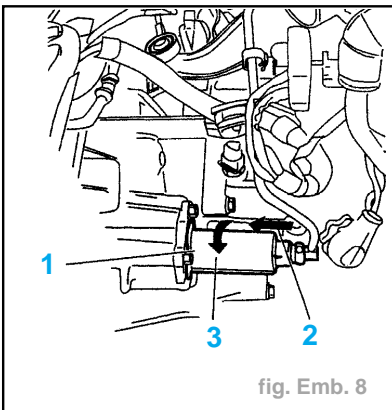

fig. Emb. 8
- Déverrouiller le récepteur (1) de la commande hydraulique en appuyant suivant la flèche (2) et en déverrouillant suivant la flèche (3) sens anti-horaire. (fig. Emb. 8).